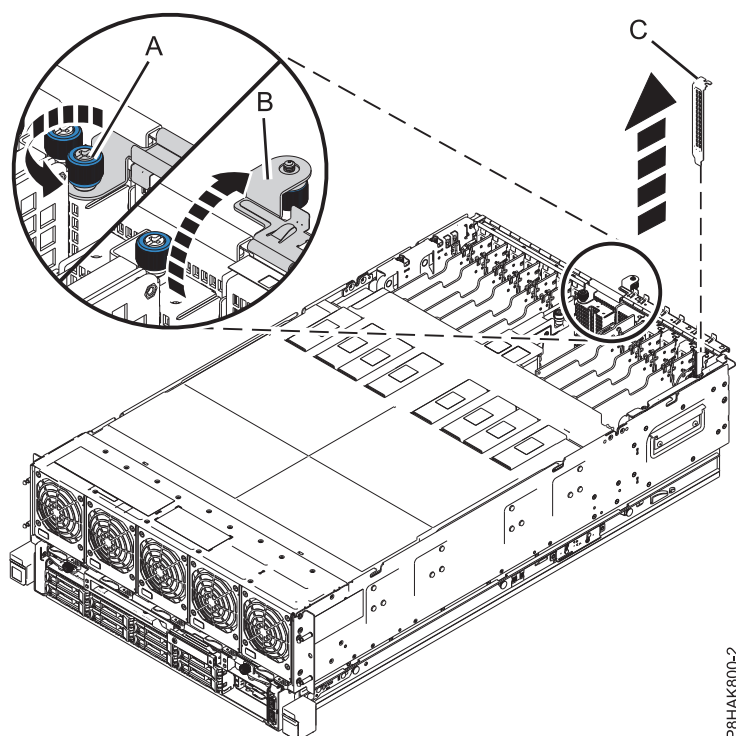

図 7. 8408-44E または 8408-E8E システムの PCIe アダプター・スロットからのフィラーの取り外し
- a. 入出力保持ブラケットの拘束つまみねじを、完全に緩むまで回します。図 7 の **(A)** を参照してください。
- b. 入出力保持ブラケットを、上方にシステムから離す方向に回転させて、開きます。図 7 の **(B)** を参照してください。
- c. フィラーを取り外すには、フィラー **(C)** の上端またはテール・ストックを注意して持ち、システムから取り外します。図 7 を参照してください。